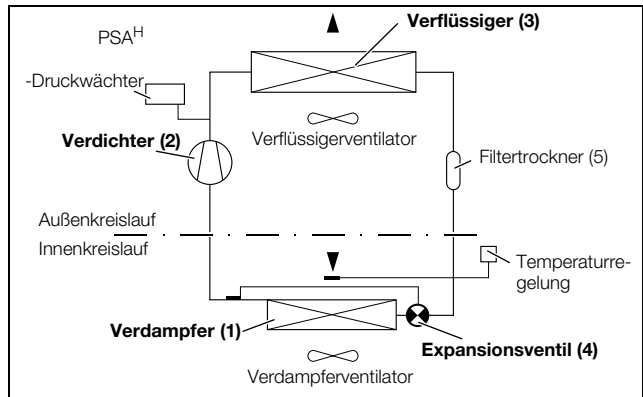

Fig. 2: Kältekreislauf
Das Kühlgerät (Kompressionskälteanlage) besteht aus den vier Hauptbestandteilen (Abb. 2): Verdampfer (1), Kältemittelverdichter (Kompressor) (2), Verflüssiger (Kondensator) (3) sowie dem Regel- bzw. Expansionsventil (4), die durch Rohrleitungen miteinander verbunden sind. Dieser Kreislauf ist mit einem leicht siedenden Stoff, dem Kältemittel, aufgefüllt. Das Ozon-Zerstörungs-Potenzial (OZP) des Kältemittels beträgt 0. Es ist somit sehr umweltfreundlich. Ein Filtertrockner (5), der in den hermetisch geschlossenen Kältekreislauf integriert ist, bietet wirksamen Schutz gegen Feuchtigkeit, Säure, Schmutzteilchen und Fremdkörper im Inneren des Kältekreislaufes.